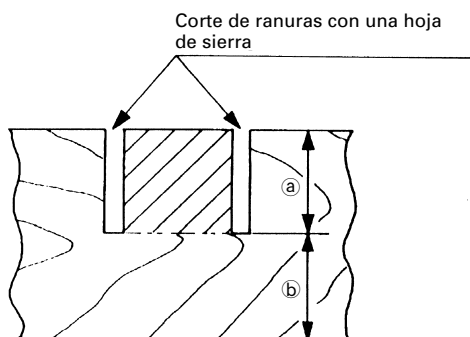

Fig. 41
Las ranuras podrán cortarse en la pieza de trabajo como se indica en la Fig. 41 regulando el perno de ajuste de profundidad de 6mm.
- (1) Baje la cabeza del motor y gire el perno de ajuste en profundidad de 6mm con la mano (Donde la cabeza del perno de ajuste en profundidad de 6mm entra en contacto con la bisagra.)
- (2) Ajuste la profundidad de corte deseada regulando la distancia entre la hoja de sierra y la superficie de la base (consulte b de la Fig. 41).
- (3) La tuerca de aletas 8mm deberá quedar adecuadamente apretada después de haber finalizado el ajuste.